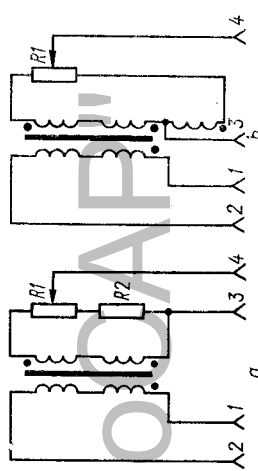

Рис. 2. Схема электрическая принципиальная дифманометра:
3.10. Для настройки пределов измерения выходных сигналов, указанных в п. 2.3 служит переменное сопротивление $R1$ — потенциометр (рис. 2).
9.6. При подключении дифманометра ко вторичному прибору руководствуйтесь схемой согласно рис. 2.